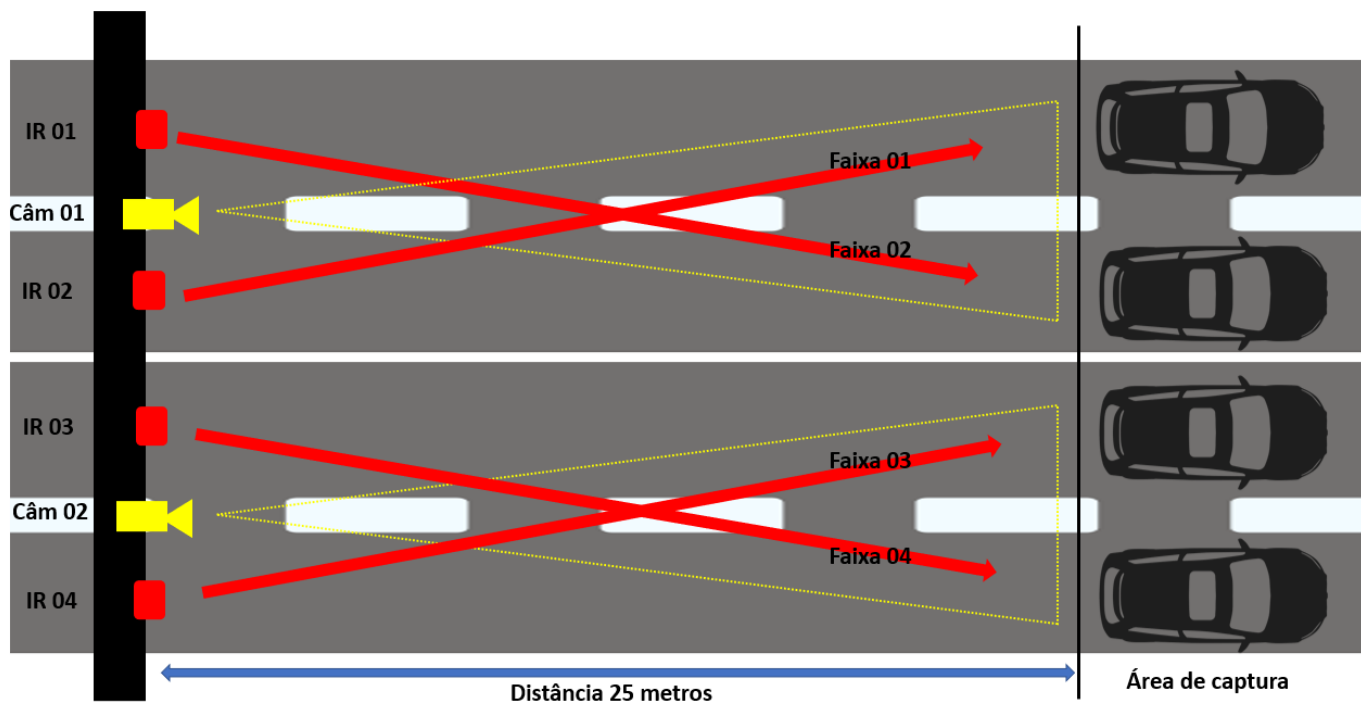

Figura 05 – Posicionamento em pórtico
- **Posicionamento em pórtico (figura 05):**